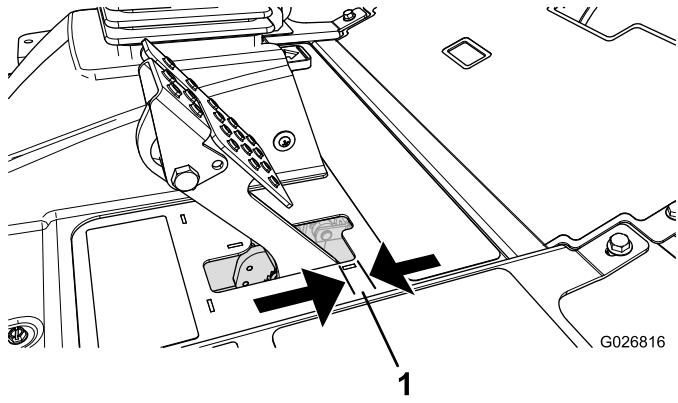

Figura 66
Regolate i freni se il pedale ha un “gioco” superiore a 2,5 cm (Figura 66), o quando è necessaria maggiore forza di tenuta. Per gioco s'intende la distanza che il pedale percorre prima che si avverta la resistenza della frenata.
2. Serrate il dado posteriore per spostare indietro il cavo, finché i pedali del freno non hanno un gioco compreso tra 6 e 13 mm (Figura 66), prima che la ruota si blochi.